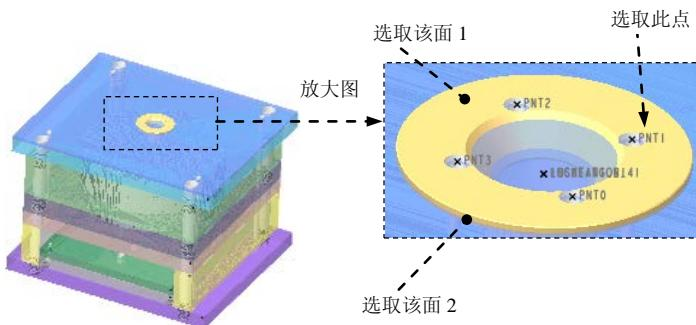

图 30.49 定义螺钉位置
Step2. 定义参考点。单击 **(1) 点|轴** 下面区域的 **选取项目** 选项使其激活，系统弹出“选择”对话框，选取图 30.49 所示的点为螺钉定位点，在“选择”对话框中单击 **确定** 按钮；单击 **(2) 曲面** 下面区域的 **选取项目** 选项使其激活，选取图 30.49 所示的面 1 为螺钉定位面；然后单
击 (3) 螺纹曲面下面区域的 选取项目 选项使其激活, 选取图 30.49 所示的面 2 为螺钉定位面。
Step4. 参考以上步骤在图 30.49 所示的点所在的圆周上添加其他三点处的螺钉。